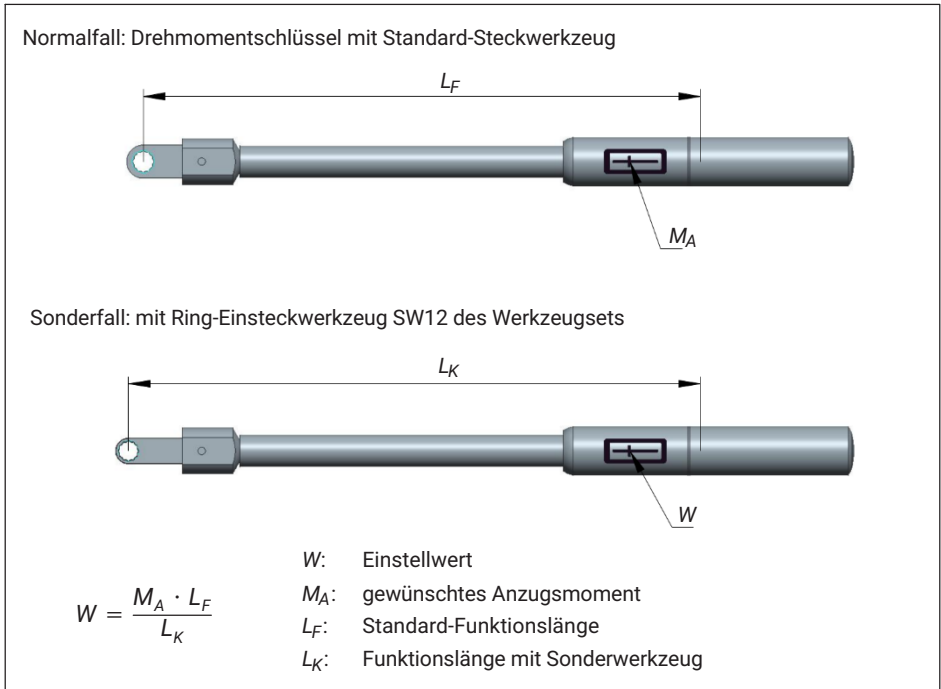

Abb. 5.3 Anpassung des Einstellwerts W eines Drehmomentschlüssels an die Funktionslänge L_K
- ▶ Berechnen Sie, falls notwendig, den angepassten Einstellwert des Drehmomentschlüssels (siehe Abb. 5.3) und stellen Sie diesen entsprechend ein.